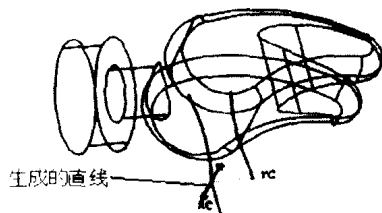

图 1-22 绘制直线
(4) 利用 Basic Curves→Line 生成直线, 如图 1-22 所示。其中起点坐标为 $(-10, 0, 0)$, 终点坐标为 $(10, 0, 0)$ 。